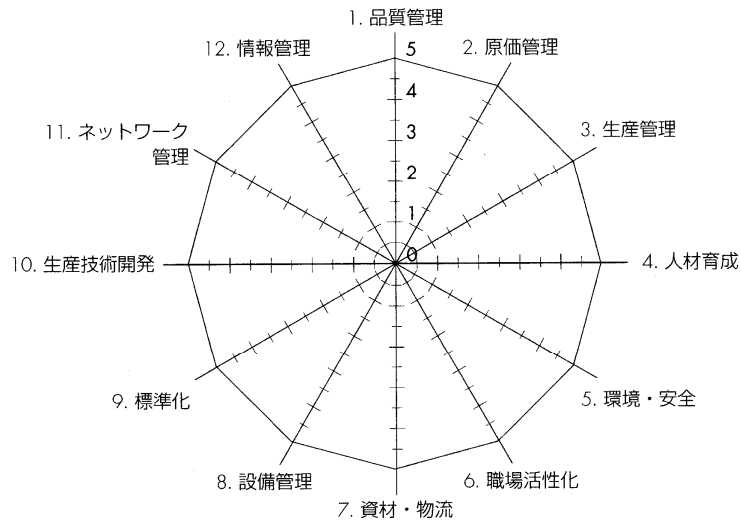

図4.2 レーダーchart評価表（中分類）
(1) 診断点数評価
(2) 花びらチャート評価
- ・ 工場診断評価表の小分類36項目について小得点の値を図4.2「花びらchart評価表」に記入する。